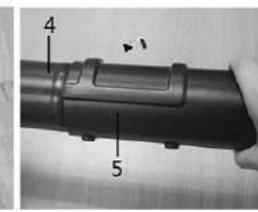

Fig.9
3. Resserrez le bec souffleur (5) par rotation une fois la bonne longueur sélectionnée jusqu'au verrouillage des tubes comme illustré en figure 9.